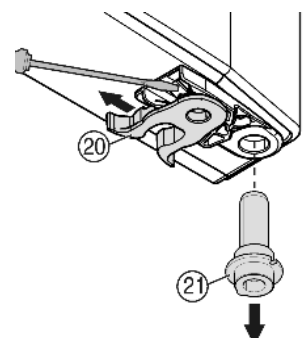

Fig. 8
- ▶ Federklemme Fig. 8 (20) umsetzen: Rastnase runterdrücken, Federklemme darüber hinweg abziehen.
- ▶ Lagerbolzen Fig. 8 (21) aus der Türbuchse herausziehen und zusammen mit der Scheibe auf der Gegenseite einsetzen. Die Rastnase muss zur Innenseite der Tür zeigen, die Kerbe zur Außenseite.
- ▶ Tür unten einschwenken und den Lagerbolzen Fig. 8 (21) in den Lagerbock einsetzen. Ggf. den Lagerbolzen drehen, so dass er einrasten kann.